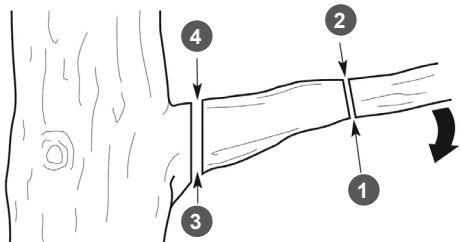

Рис. 19. Последовательность резов при отпиливании толстых веток
11. При спиливании веток диаметром более 10 см, рекомендуется сначала отпилить основную часть ветки (резы 1 и 2) (Рис. 19). Затем отпилить оставшуюся часть ветки (резы 3 и 4) (Рис. 19). Расстояние между резами 1-2 и 3-4 на Рис. 19 примерно равно 25 см.